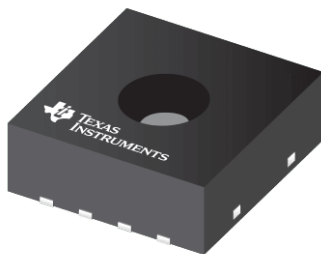

図 2. HDC3020 統合型湿度 / 温度センサ
図 2 に示すように、ポリマーを空気に触れさせるオープン・キャビティを RH センサは備えており、特定の化学反応を可能にしています。その化学反応によって環境の相対湿度 (RH) を計算できます。空気にさらされたポリマーは、85°C/85% を含む極端な条件 (データシートの仕様を超える条件) の影響を受け、RH 測定でのシフトを引き起こす可能性があります。